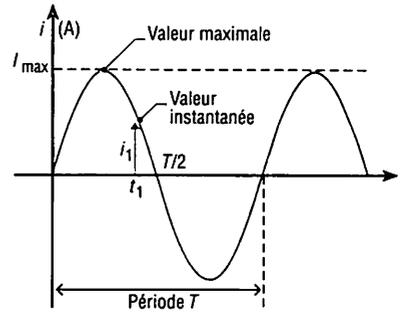

Fig. 3 : Sinusoïde représentant le courant alternatif en fonction du temps.
a) Fonction sinusoïdale (fig. 3)